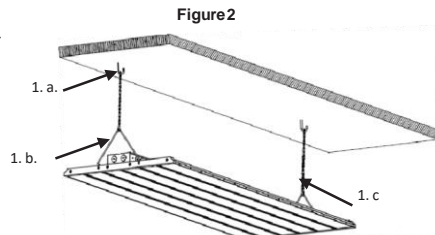

Figure2
- Accrocher le crochet en V sur le luminaire (voir Fig. 2)
- Accrocher le crochet de la chaîne d'acier inoxydable sur le crochet en V (voir Fig. 2)